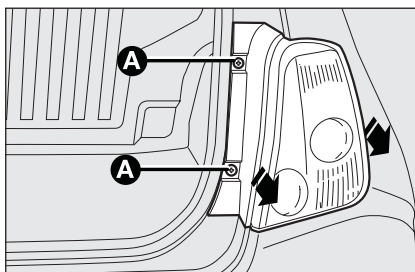

fig. 26
- ☐ Dévisser les deux vis de fixation **A**-fig. 26 et extraire axialement le groupe optique, sans le tourner;